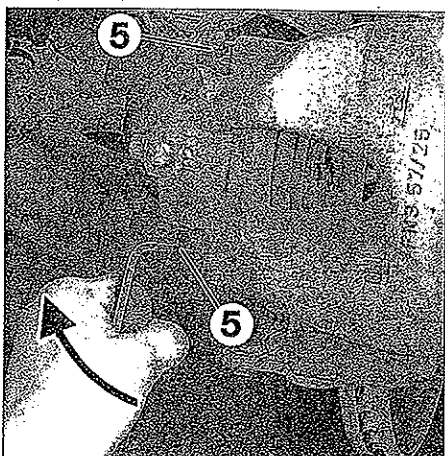

FIG. 7
- Desatornillar los dos tornillos de los ejes de guía (5) de la pinza (fig. 7).